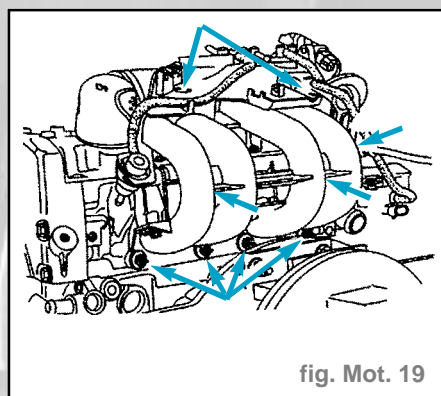

fig. Mot. 19
- l'ensemble collecteur d'admission, boîtier papillon et rampe d'injection (fig. Mot. 19)